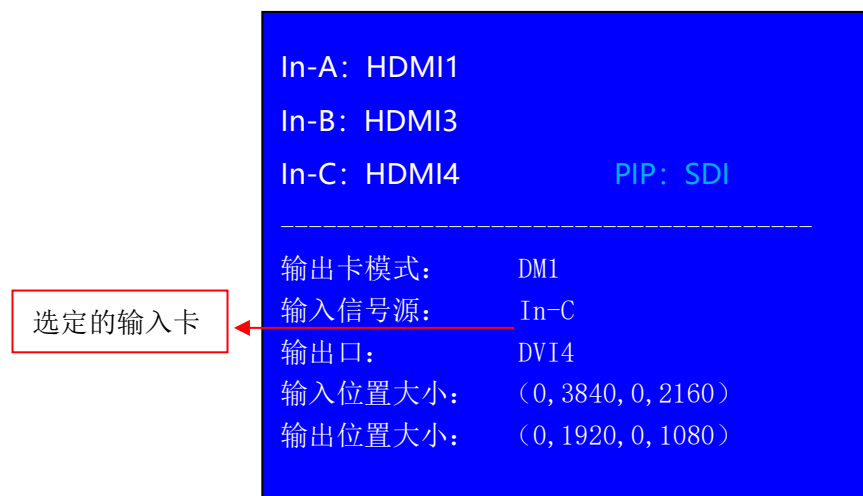

图 4-4
- 4.2) 同时只能选中一张输入卡，A65 前面板 LCD 如图 4-4 显示